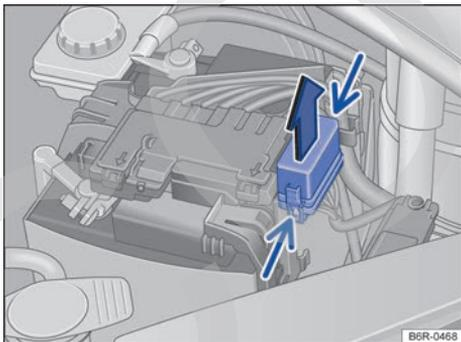

Fig. 123 En el compartimento del motor: cobertura de la caja de fusibles.
- Presionar las trabas en el sentido de la flecha (flecha angosta) para desbloquear la cubierta de la caja de fusibles → **fig. 123**.